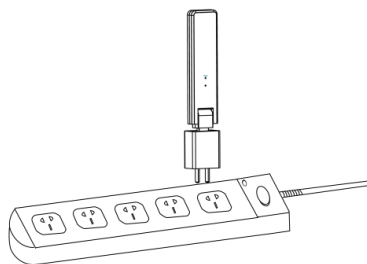

Figura 2
b. Cuando utilice la regleta, asegúrese de que esté colocada al menos a 1 metro del suelo e intente instalar la DTU lo más cerca posible de 90 grados verticalmente del suelo (Figura 2).